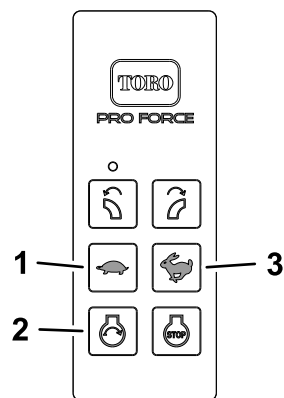

Рисунок 19
1. Нажмите и удерживайте в нажатом положении кнопку ПУСК ДВИГАТЕЛЯ (Рисунок 19) на ручном пульте дистанционного управления, пока двигатель не запустится.
3. Отрегулируйте частоту вращения двигателя с помощью ручного пульта дистанционного управления, нажимая кнопку УВЕЛИЧЕНИЕ ЧАСТОТЫ ВРАЩЕНИЯ ДВИГАТЕЛЯ или УМЕНЬШЕНИЕ ЧАСТОТЫ ВРАЩЕНИЯ ДВИГАТЕЛЯ (Рисунок 19).